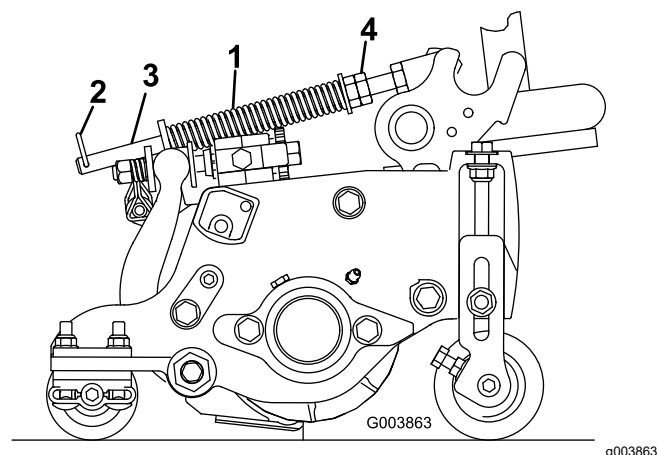

Bild 50
Die Rasenkompensierungsfeder (Bild 50) verlagert das Gewicht von der Frontrolle zur Heckrolle. Dies reduziert ein Bobbing genanntes Wellenmuster auf der Grünfläche.
1. Stellen Sie sicher, dass der Splint in das hintere Loch in der Federstange eingesetzt ist (Bild 50).
2. Ziehen Sie die Sechskantmuttern vorne an der Federstange an, bis die komprimierte Länge der Feder 15,9 cm beträgt, siehe Bild 50.